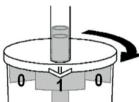

Abb. 3
- For at tage den første polyp skal du dreje beholderen, indtil pilen peger på tallet "1" (Fig. 3).